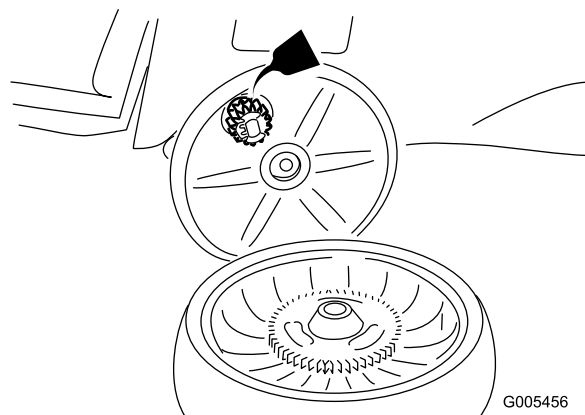

Figura 25
2. Aplique aceite lubricante al engranaje según se muestra en Figura 25.